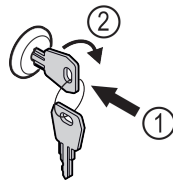

Fig. 167 Eksempelfremstilling
- ▶ Trykk inn nøkkelen Fig. 167 (1).
- ▶ Vri nøkkelen 90° med klokka Fig. 167 (2).